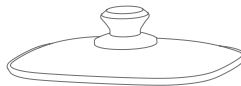

Fig 4
- ① Cuando instale la bandeja de la parrilla, asegúrese de colocarla de forma estable sobre el cuerpo principal.
- ② Durante el calentamiento, la temperatura de la superficie de la sartén es alta. No la toque directamente, ya que podría sufrir quemaduras.
- ③ La sartén grill sólo se utiliza para freír y asar. No la utilice para calentar líquidos.
4. Tapa de la bandeja de la parrilla:La tapa de la bandeja de la parrilla se utiliza junto con la bandeja de la parrilla para mejorar la eficiencia del calentamiento y evitar salpicaduras de aceite. (Fig 4).